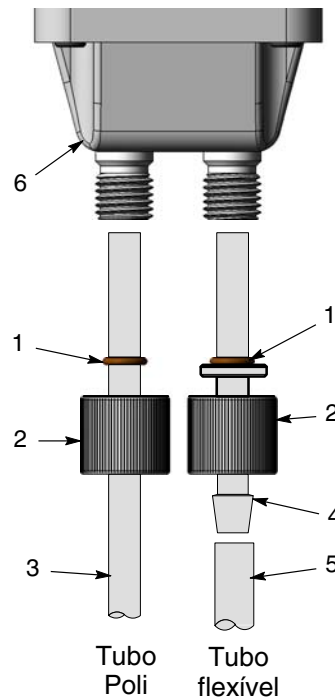

Figura 7 Instalações de tubos de pó
1. Consulte a figura 7. Remova da bomba a porca de fixação (2) e a junta tórica (1).
2. Enfie a porca de fixação no tubo poli (3).
4. Empurre o tubo poli, inserindo-o no bloco de desgaste (6) até ele encostar.
1. Consulte a figura 7. Remova da bomba a porca de fixação (2) do tubo e a junta tórica (1).
2. Monte a junta tórica no adaptador do tubo (4), até ela encostar à flange do adaptador.
3. Monte a extremidade do adaptador no bloco de desgaste (6).
5. Empurre o tubo flexível de pó (5) enfiando-o na extremidade com barbela do adaptador.